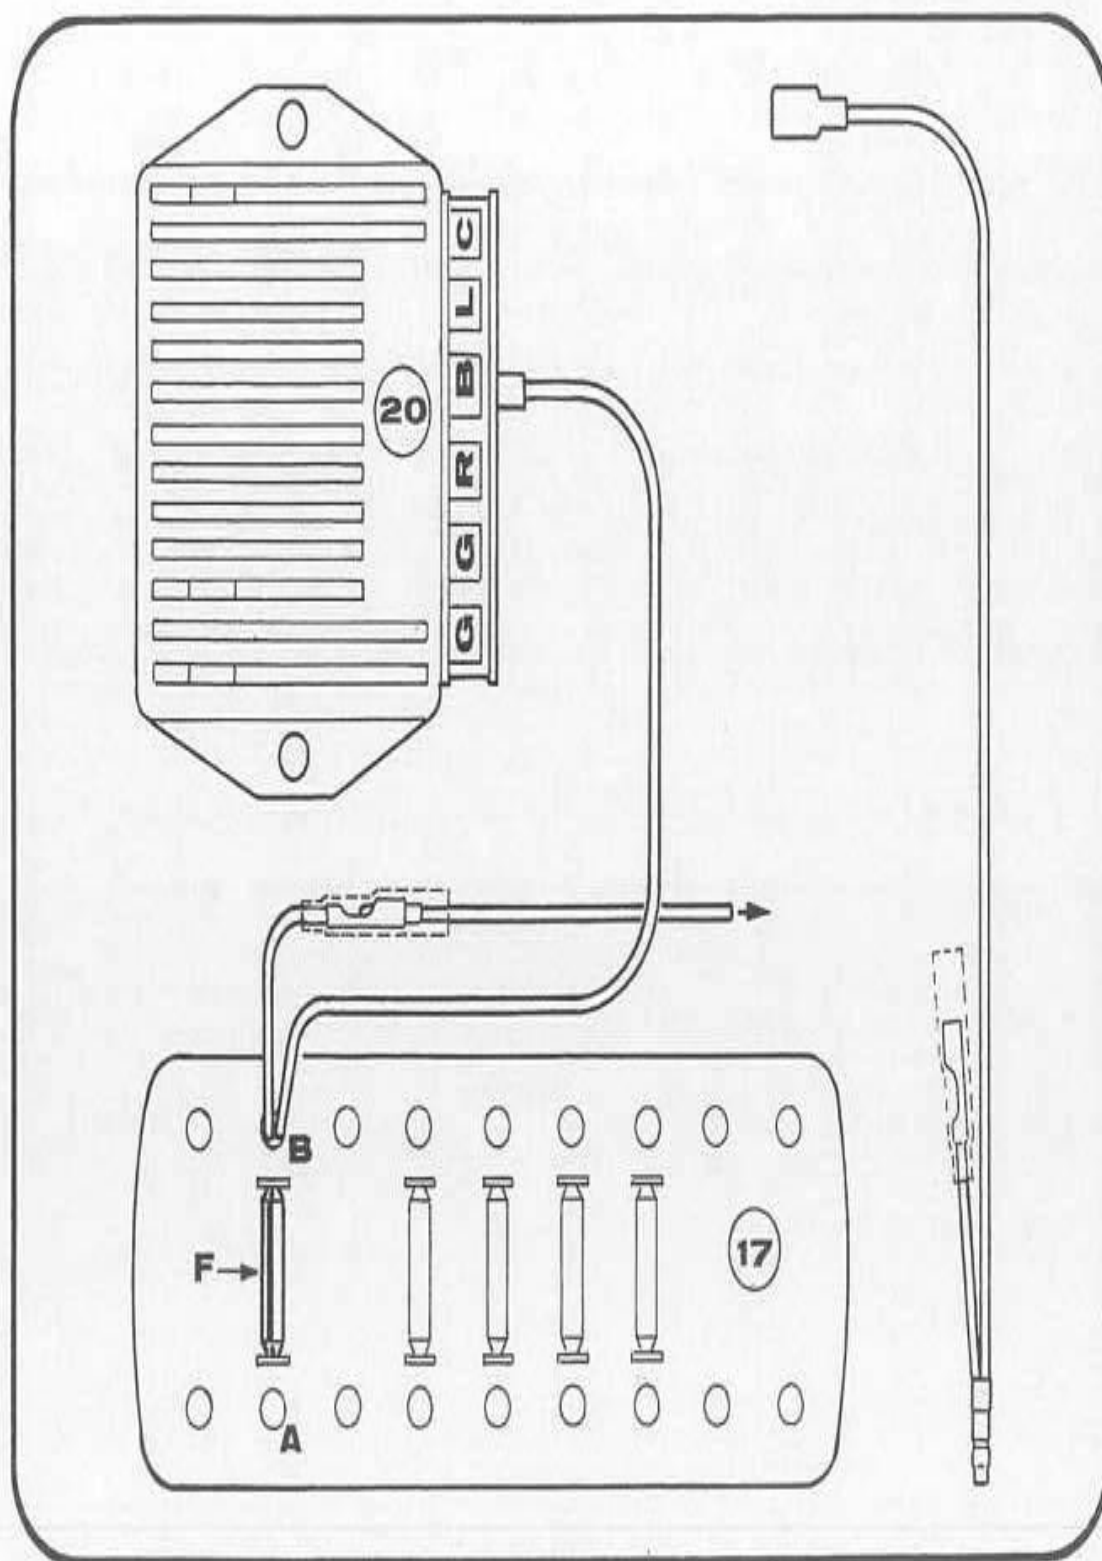

Fig. 135
- a) distaccare il filo Rosso dal regolatore ed isolarlo mediante fasciatura di nastro isolante. Questo filo, volendo, si può anche togliere completamente; basta tagliarlo nel punto « A » e sfilarlo dal cablaggio (vedi fig. 135).
- c) Preparare un cavetto come quello raffigurato a destra nella fig. 135. Questo cavetto deve avere da un lato un Faston e dall'altro una spina maschio e una spina femmina. Questo cavetto è anche reperibile presso il ns/Magazzino Ricambi con il codice 0820.88.080 già preparato per effettuare questa modifica.
- a) Disconnect the RED wire from the regulator and insulate it by means of electric tape. If you wish so, this wire may be entirely taken off; it is sufficient for you to cut in « A » position of « F » general fuse and spin it out from cables (see fig. 135).
- c) Insert a small cable as the one shown in fig. 135. This cable must have a lucar on an end and a « male » and a « female » plugs on the other end.